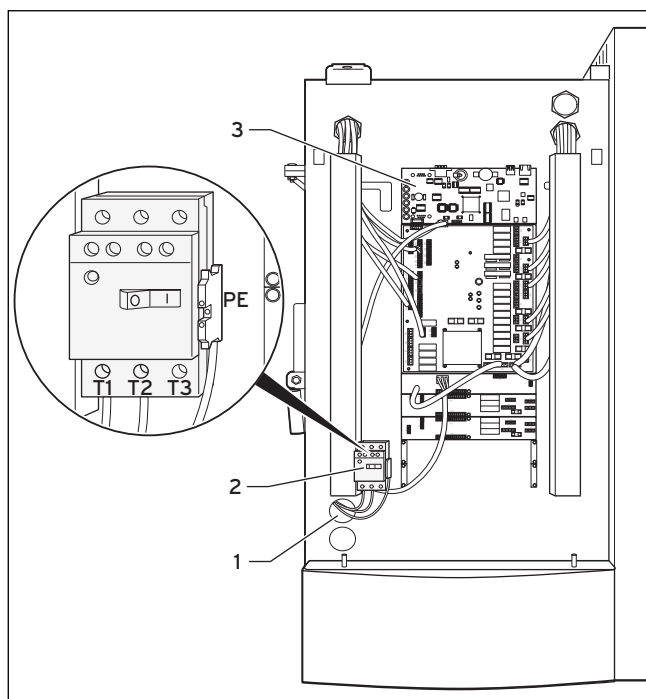

Abb. 6.3 Elektrischer Anschluss am Motorschutz für den Austragschneckenmotor (nur Saugaustragung)
- Verdrahten Sie das Kabel wie folgt am elektrischen Anschluss des Austragschneckenmotors (**Abb. 6.3 Pos. 2**):